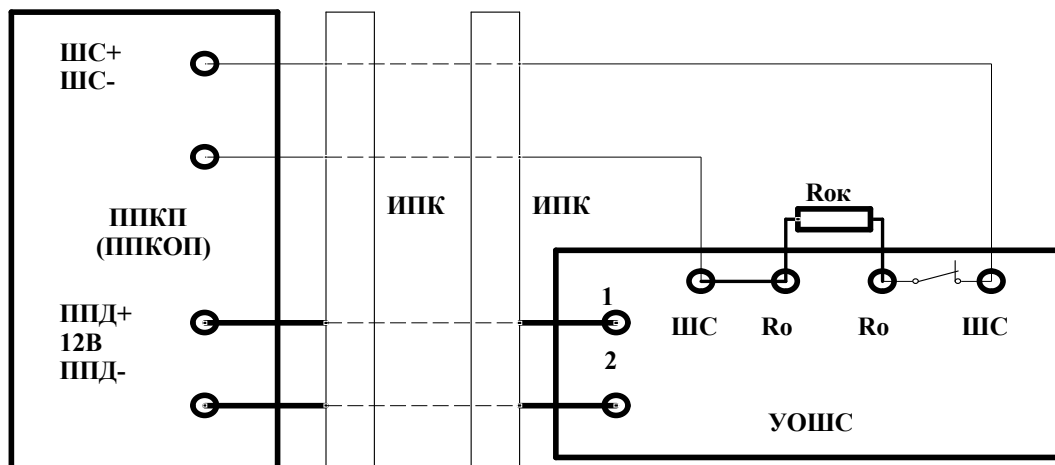

Рис. 6. Схема подключения УОШС
6.7 УОШС применяется для контроля целостности линий питания извещателей в 4-проводной схеме. Подключение УОШС производится к розетке последнего, наиболее удаленного от прибора извещателя, подключенного к пожарному ШС. Схема подключения приведена на рис. 6.